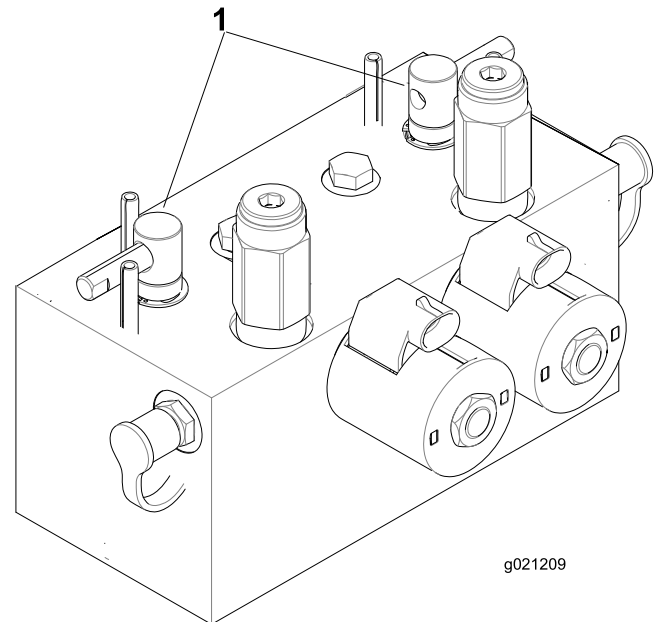

Figura 72
2. Desbloquee y levante el asiento para poder acceder a las palancas de autoafilado (Figura 72).
5. Seleccione la palanca de autoafilado correspondiente a los molinetes que desea autoafilar: delanteros, traseros o ambos (Figura 72).